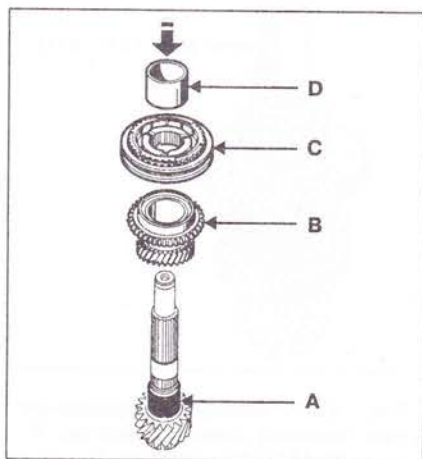

Рис. 5.57. Установите игольчатый подшипник **A**, шестерню 6-й передачи **B**, ступицу зубчатой муфты 6-й/5-й передач **C**, втулку шестерни 5-й передачи **D**.
27. Установите игольчатый подшипник **A**, шестерню 6-й передачи **B** и ее кольцо синхронизатора (МКПП РК6) (рис. 5.57). При помощи приспособления В. Vi. 1510-01, индекс N, насадите ступицу зубчатой муфты 6-й/5-й передач **C** (выровняйте выемки ступицы с выемками кольца синхронизатора так, чтобы они совпадали). При помощи приспособления В. Vi. 1510-01, индекс N, насадите втулку шестерни 5-й передачи **D** (обеспечьте давление в 5 тонн в конце запрессовки).